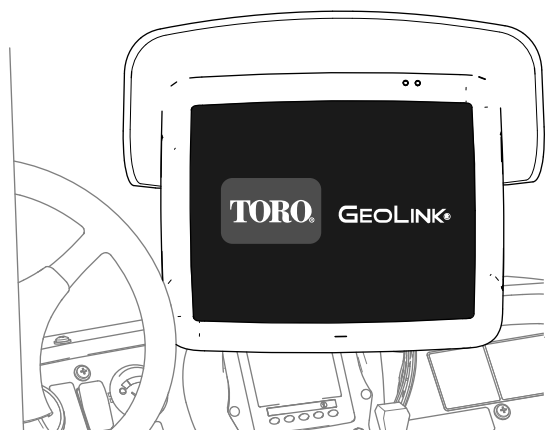

Рисунок 190
- Управляющая консоль – показывает графическое изображение и текст (Рисунок 190)